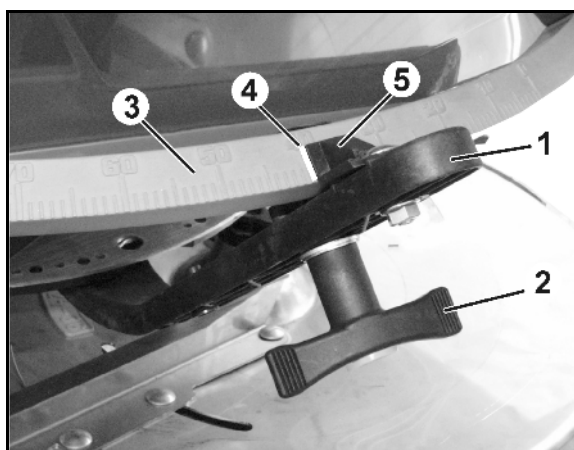

Рис. 60
2. Открутите барашковую гайку (Рис. 60/2).
3. Найдите требуемое положение заслонки по шкале (Рис. 60/3).
4. Установите указатель (Рис. 60/4) от стрелки регулировочного рычага (Рис. 60/5) на значение шкалы.
5. Снова затяните барашковую гайку (Рис. 60/2).